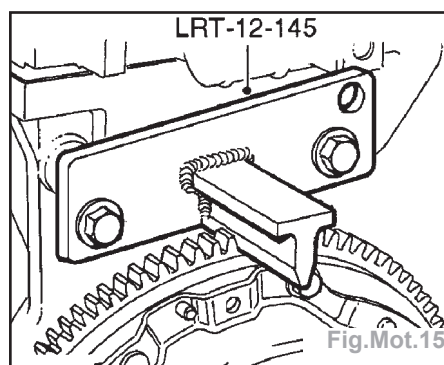

Fig.Mot.15
- Poser la pince de blocage du volant, outil **LRT-12-145** (Fig.Mot.15).
- Poser l'outil de blocage du volant LRT-12-145 s'il avait été déposé (Fig.Mot.15).
- Poser la pige de blocage du volant, outil **LRT-12-145** (Fig.Mot.15).